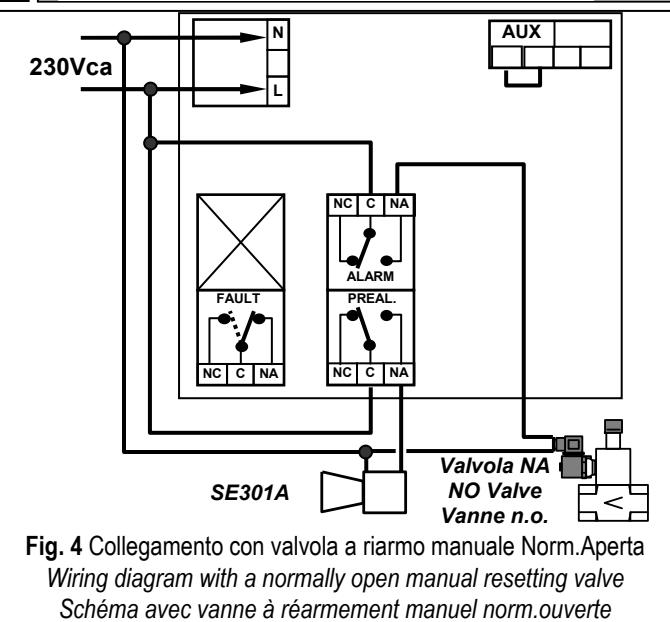

Fig. 4 Collegamento con valvola a riarmo manuale Norm. Aperta
**Fig. 4** shows the 230VAC powering connection with alarm siren and normally open manual resetting valve.
**En figure 4** est illustré le schéma de raccordement sur secteur 230Vca, d'un dispositif avec sirène et électrovanne normalement ouverte.